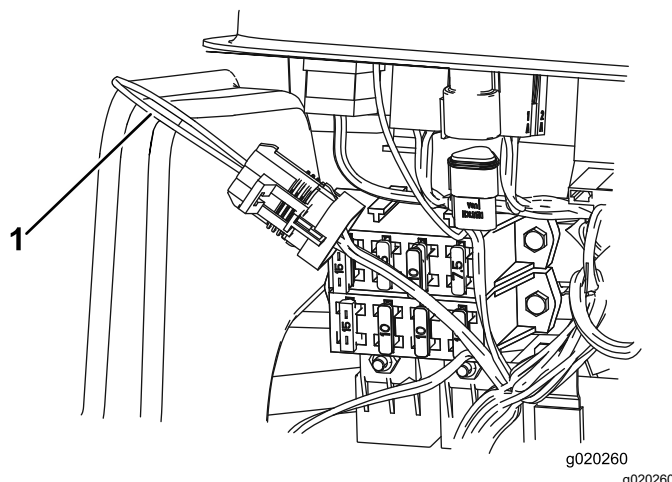

Figura 37
3. Localice el arnés de cables y el conector del bucle de prueba (Figura 37).